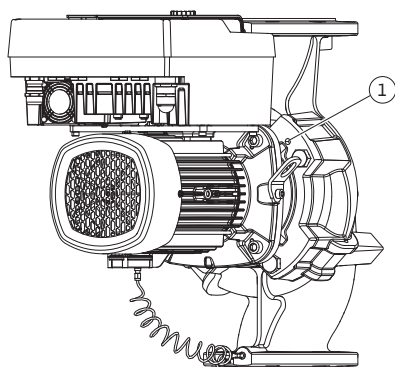

Fig. 14: Expulsión del juego de introducción mediante los taladros roscados (según el modelo de bomba)
- Suelte el juego de introducción (véase la Fig. 5) del cuerpo hidráulico. En función del modelo de bomba (véanse las Fig. I ... III), hay diferentes procedimientos. En el caso del modelo de bomba de la Fig. I, suelte los tornillos Pos. 29. Expulse el juego de introducción del cuerpo hidráulico. En el caso del modelo de bomba de las Fig. II y Fig. III, utilice para ello dos taladros roscados (Fig. 14, Pos. 1). Para ello use los tornillos a cargo del propietario adecuados (p. ej., M10 x 25 mm).
5. Expulse el juego de introducción (véase la Fig. 5) del cuerpo hidráulico. Para ello, utilice los dos taladros roscados (véase la Fig. 14). Para aflojar el asiento, enrosque tornillos M10 con la longitud adecuada en los taladros roscados.